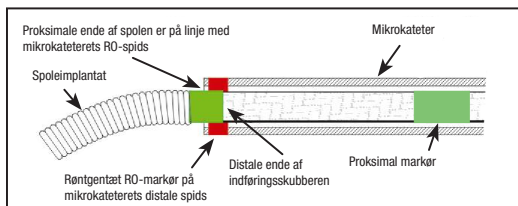

Figur 3 - Træk i krympelåsen proksimalt
- Hold enheden lige distalt for krympelåsen, og træk krympelåsen proksimalt for at eksponere fligen på indføringshylsteret. Se figur 3.